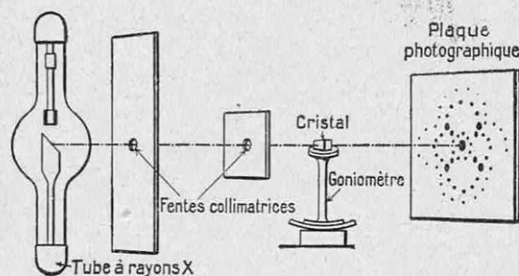

FIG. 2. — SCHÉMA DE LA MÉTHODE SPECTROGRAPHIQUE PAR RAYONS X DE VON LAUE QUI PERMET D'ÉTU-DIER LA CONSTITUTION DES CRISTAUX
1) *La méthode de von Laue* (fig. 2), dans laquelle le cristal est placé immédiatement après un tube d'un millimètre de diamètre par exemple, servant à définir un pinceau de rayons X. Le rayonnement utilisé étant ici le fond continu, chaque système de plans